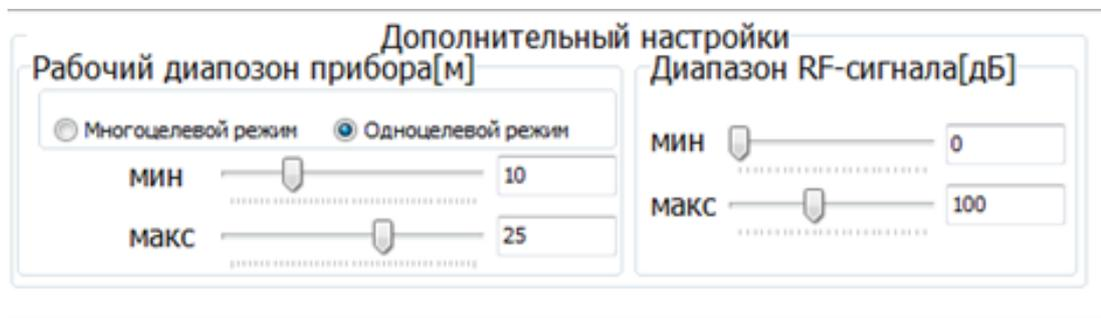

Рисунок 29 – Поле «Дополнительные настройки»
7.7.7 В поле «Дополнительные настройки» (см. рисунок 29) устанавливается режим работы уровнемера – «Многоцелевой режим» или «Одноцелевой режим», установкой ползунков вводятся минимальное и максимальное значения измеряемой дистанции, а также диапазон зондирующего сигнала в дБ. При изменении минимального и максимального значения измеряемой дистанции (рабочего диапазона прибора) изменяется масштаб окна, выделенного зеленым цветом в левой графической области.